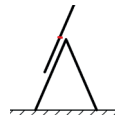

Рисунок 1 — Складная лестница в рабочем положении с выдвинутой лестницей сверху
- Запрещается выдвигать верхнюю лестницу 3-секционной лестницы в положении А, если красная перекаладина (или 4-я перекаладина сверху) выходит за пределы шарнирного соединения (Рисунок 1).
- Запрещается подниматься по 3-секционной лестнице в положении А выше шарнирного соединения (Рисунок 1).